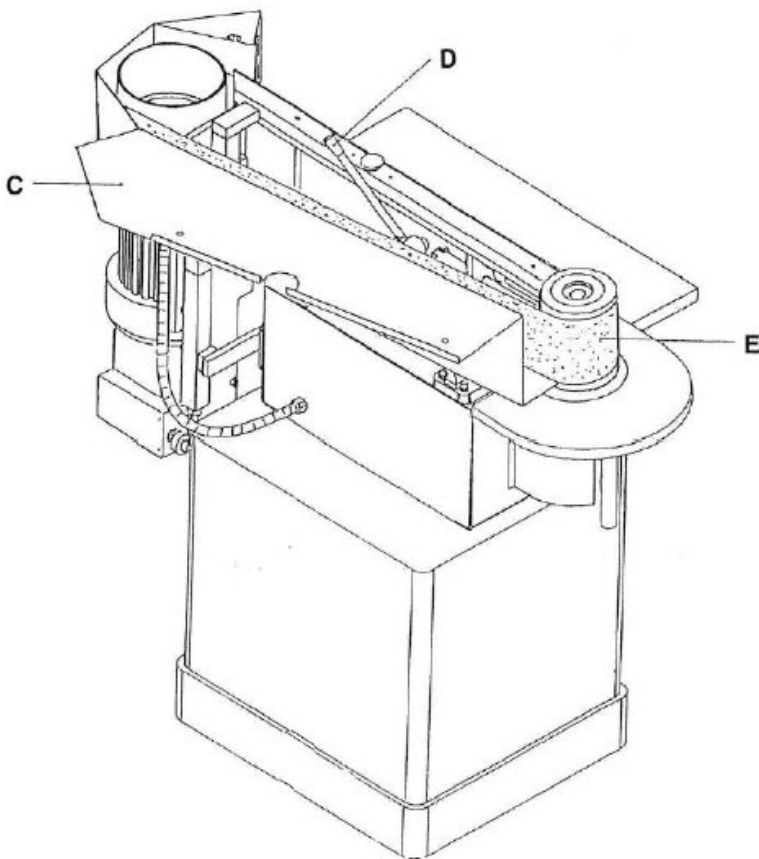

Abb.7-1: Montage/Demontage Schleifband
Schritt 1: Öffnen Sie die Abdeckung der Walze (Pos. C, Abb. 7-1), indem Sie die beiden Schrauben oben an der Abdeckung lösen.
Schritt 2: Heben Sie die Griffstange (Pos. D, Abb. 7-1) an, um das Schleifband (Pos. E, Abb. 7-1) zu lösen.
Schritt 4: Setzen Sie es dann wieder ein, indem Sie die Griffstange (Pos. D, Abb. 7-1) zurückschieben, um das Schleifband zu spannen.